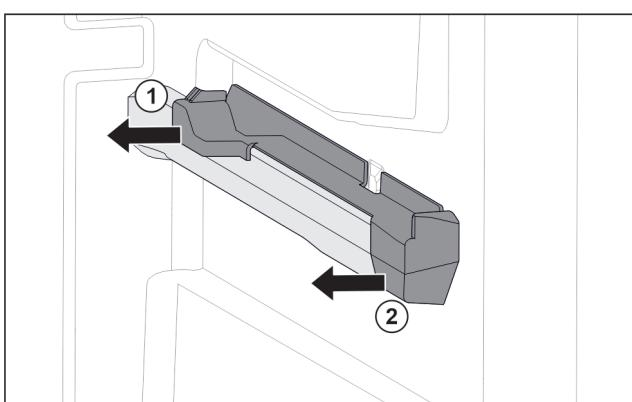

Fig. 67 Вставная часть на правом контейнерном ребре
- Отодвигните вставную часть сзади в сторону. Fig. 67 (1)
- Отодвигните вставную часть спереди в сторону. Fig. 67 (2)